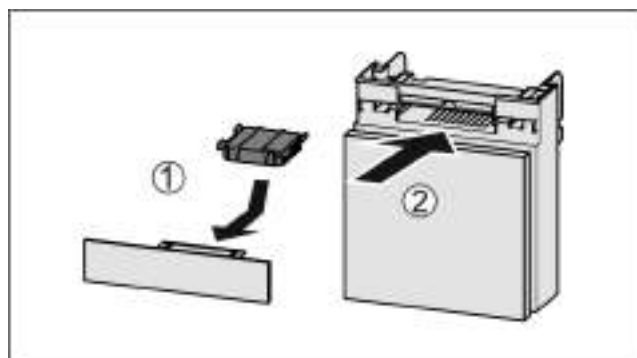

Fig. 203
- Установите фильтр с активированным углем, как показано на рисунке Fig. 203 (1).
- Вставьте отделение Fig. 203 (2).